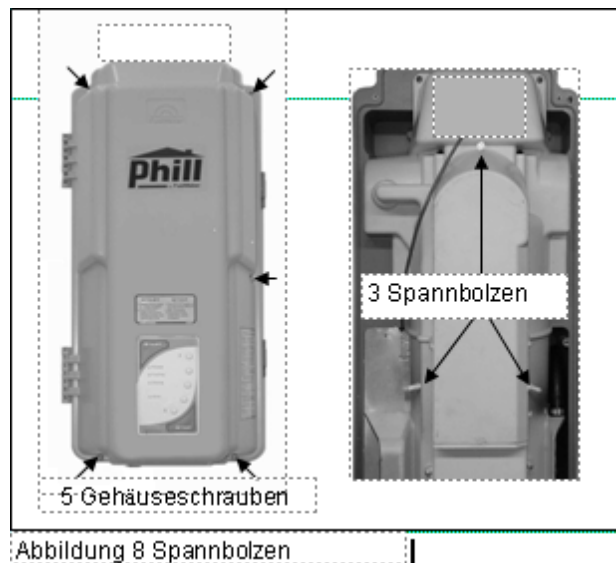

Abbildung 8 Spannbolzen
5. Lockern Sie die drei Spannbolzen (siehe Abbildung 8).